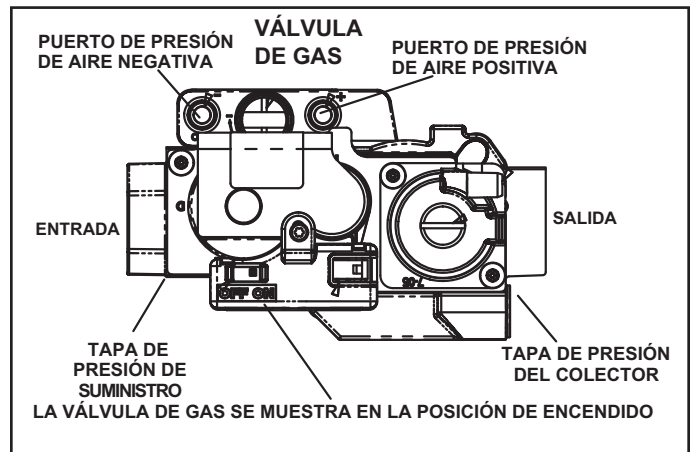

IMAGEN 26
Funcionamiento de la válvula de gas (Imagen 26)
- 6 - Mueva el interruptor de la válvula de gas a la posición de **APAGADO**. No forzar. Consulte la Imagen 26.
- 8 - Mueva el interruptor de la válvula de gas a la posición de **ENCENDIDO**. No forzar. Consulte la Imagen 26.
- 4 - Mueva el interruptor de la válvula de gas a la posición de **APAGADO**. No forzar. Consulte la Imagen 26.